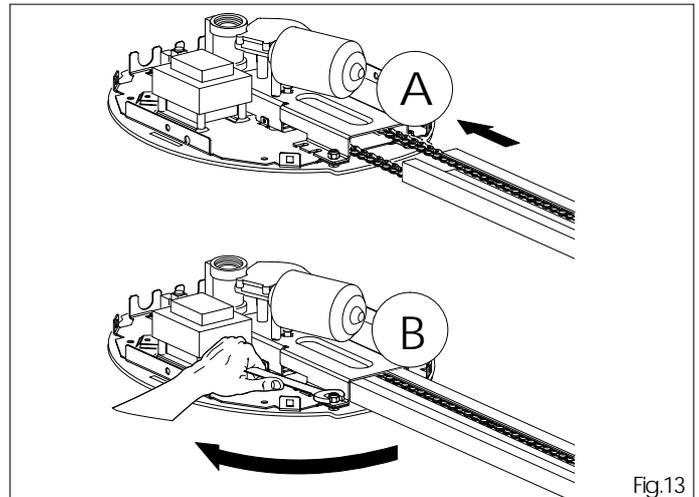

Fig.13
5.9 Serrare il gruppo motore con apposita chiave (fig. 13 rif.B).